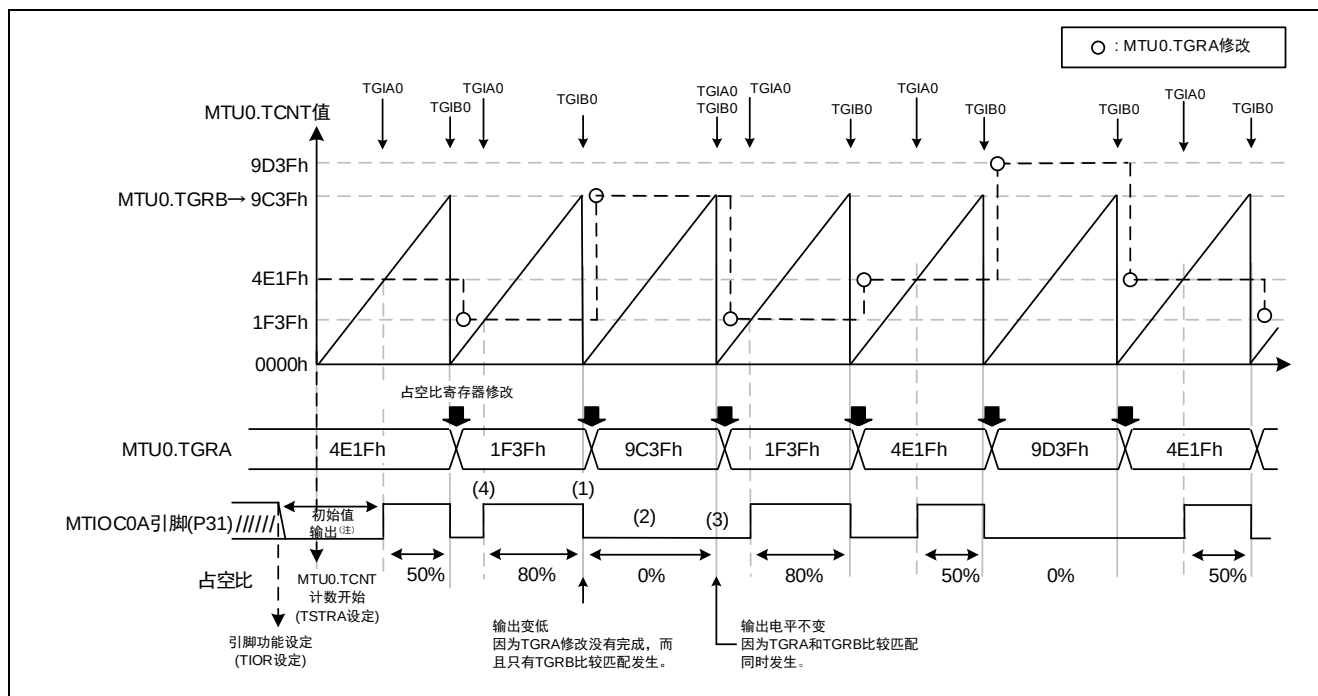

图 3.82 占空比 0%到 100%的 PWM 输出 (无缓冲器)
如图 3.82 中 (1) 所示时间, 当 TGIB0 发生时, TGRA 值被修改, 并且输出变为低, 因为只有 TGRB 比较匹配发生。因此, 即使希望输出 100%, 输出仍为 0% (图 3.82 中 (2))。此外, 当 TGRA 和 TGRB 比较匹配同时发生时, 因为输出没有改变, 所以保持低 (图 3.82 中 (3))。